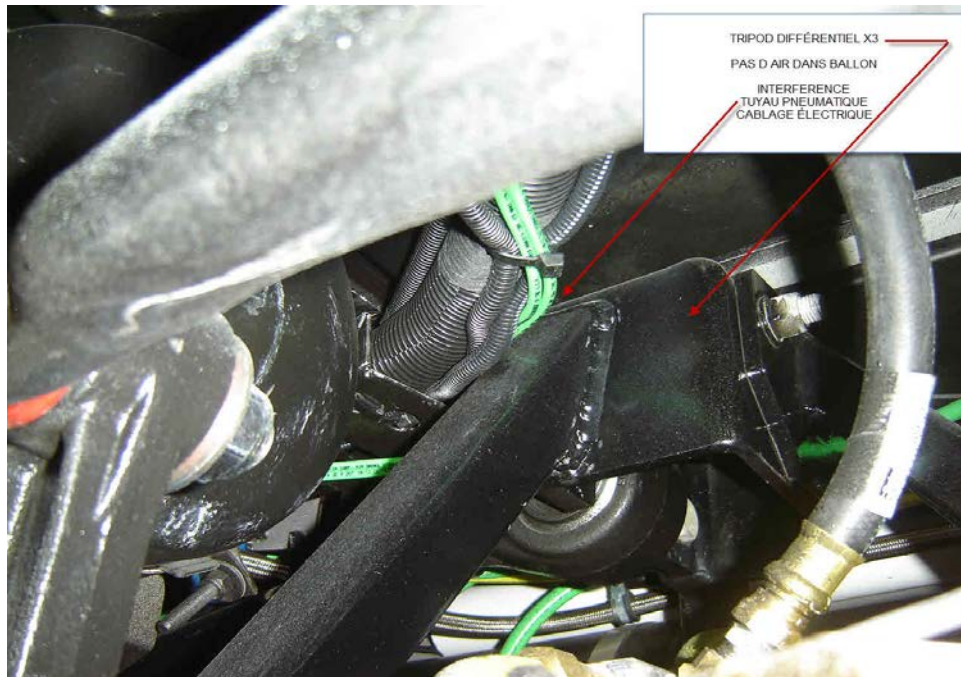

Figure 2 Vue de coté, en regardant vers le coté trottoir
4. Il pourrait y avoir une interférence entre les tubes et la structure. Se référer aux figures 2, 3 et 4.